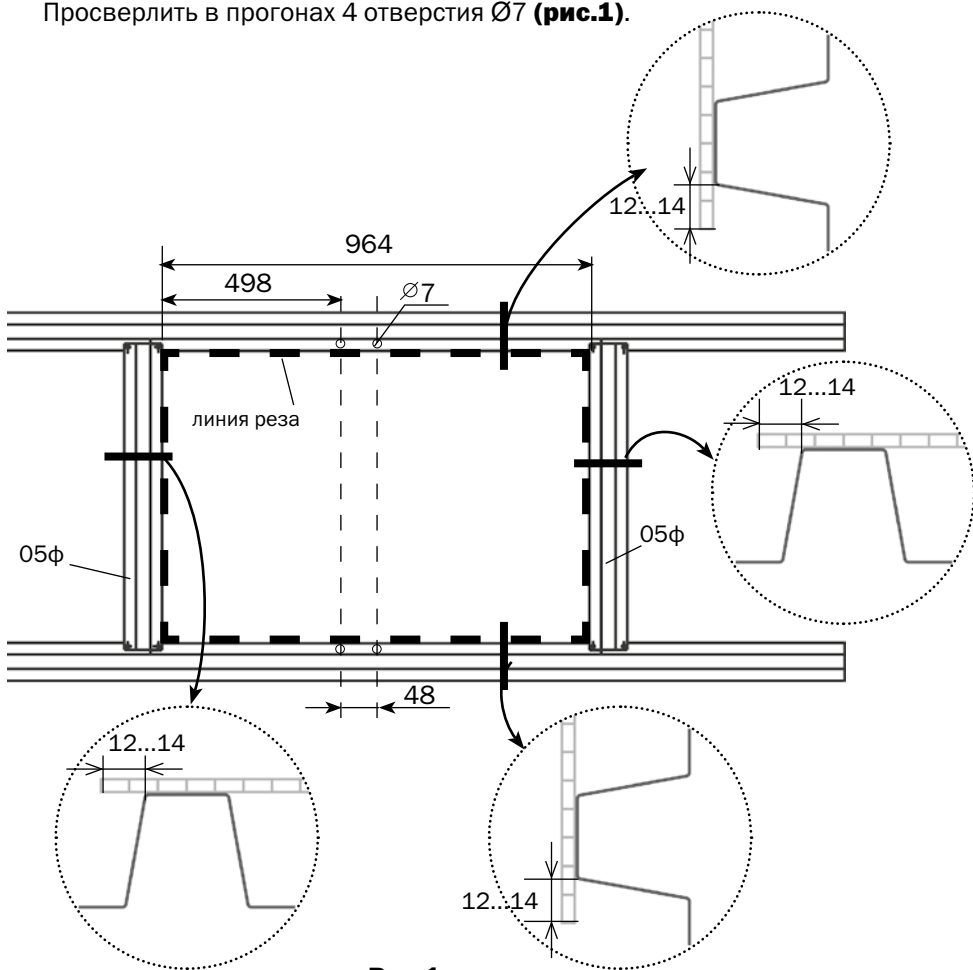

Рис.1
В выбранном месте установить две направляющие **05ф** (рис.1).
**2.** Вырезать под форточку проём (рис.1) по краям профилей. Обклеить скотчем верхний и нижний срез поликарбоната.
Просверлить в прогонах 4 отверстия $\text{Ø}7$ (рис.1).